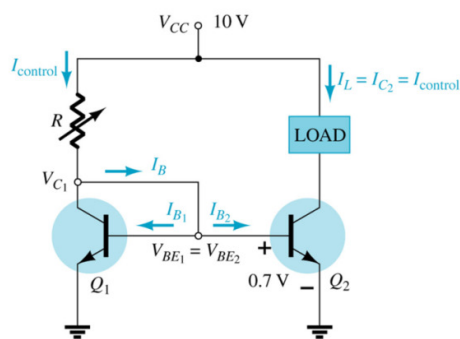

Figura 2.8 – Espelho de corrente para simulação no MultSim e comparação com outras fontes de corrente..
- c) No reporte técnico, compare os resultados medidos em laboratório através das variações de corrente medidas (em função da variação de carga) e faça um paralelo com o “espelho de corrente” da Figura 2.8 em uma tabela similar a que se vê na sequência. O circuito desta última Figura deve ser simulado através do MultSim com os mesmos valores de cargas medidos em laboratório e veja qual destes circuitos se comporta melhor como fonte de corrente e é mais imune a variação de carga. Ainda que as correntes tenham amplitudes diferentes pois são circuitos completamente diferentes, note apenas a variação de corrente nos dois casos.